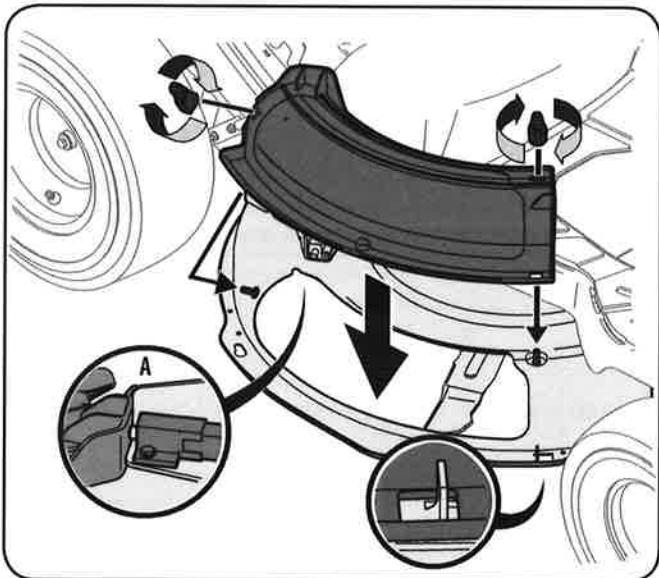

Figura 2
1. Instale la clavija de abono en la abertura de descarga de la cubierta de la cubierta. Los pernos en la superficie de la cubierta se ajuste a través de los agujeros en la parte superior de la clavija de abono. La pequeña pestaña en la zona del labio cubierta se ajuste a través de la abertura cuadrada en la parte inferior de la clavija de abono. Vea la Figura 2.
Nota: Asegúrese de que la parte superior trasera de plaug mantillo está presionando el interruptor de seguridad situado en la superficie de la cubierta. Vea la Figura 2 Recuadro A. El motor no arrancará sin la clavija de abono en su lugar.